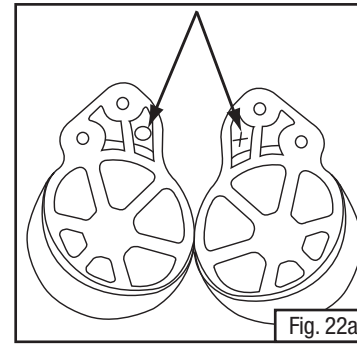

Fig. 22a
- Inspecter les supports en plastique noir des protecteurs d'oreilles et trouver les lettres X et O moulées dans le plastique. Il y a un support droit et un support gauche (protecteurs d'oreilles). Pendant le port, le support doté de la lettre X doit être du côté droit de la pièce faciale et le support doté de la lettre O doit être du côté gauche (c.-à-d. la lettre X à droite et la lettre O à gauche). La Fig. 22a illustre l'emplacement des marques X et O sur le support.